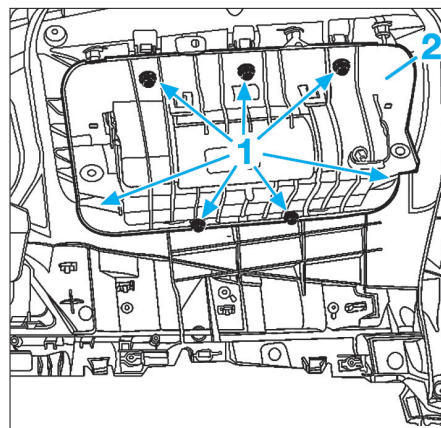

FIG. 3
- Déposer les vis (1) puis l'airbag frontal passager (2) (Fig.3).